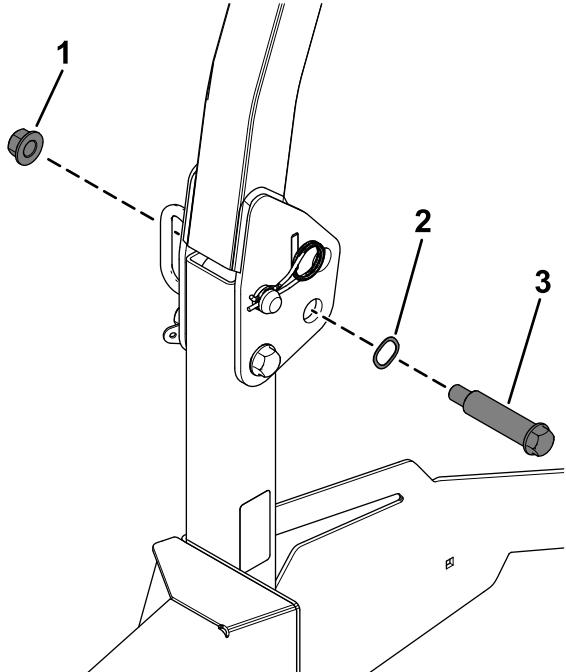

Figura 6
1. Sujete el perno de cuello largo a la barra antivuelco con una arandela ondulada y una contratuerca (½"), como se muestra en la Figura 6.